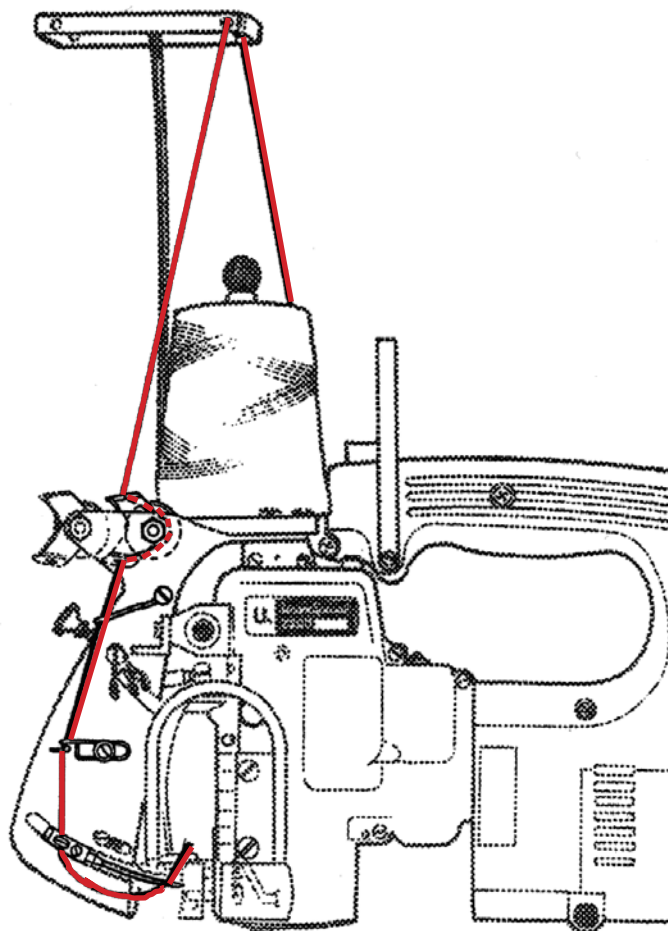

Fig. 4
Prüfen Sie die Einfädelung der Maschine. Beachten Sie die Einfädelungsanleitung Fig. 4, Seite 18, und den Abschnitt „EINFÄDELN“.
Thread the machine as shown in Fig. 4.
To thread the looper (double locked stitch machines only) open the hinged cover (A, Fig. 4) and turn the motor handwheel in operating direction until the needle is in its lowest dead center below the throatplate. Reclose hinged cover (A) after threading.
The tension (L, Figs. 4 and 13) controls the looper thread and the tension (N) controls the needle thread. Only a slight tension should be applied on the looper thread. The tension applied on the needle thread depends on the size of the thread and the thickness of the fabric to be sewn and has to be regulated till the machine sews and chains off perfectly.
The presser foot pressure is regulated by the knurled regulating screw (B, Fig. 4).
Fädeln Sie die Maschine wie in Fig. 4 gezeigt ein.
Zum Einfädeln des Greifers (nur bei Doppelkettenstichmaschinen) öffnen Sie die Verschlussklappe (A, Fig. 4) und drehen am Motor-Handrad in Drehrichtung bis die Nadel ihren unteren Totpunkt unter der Stichplatte erreicht hat.
Die Spannung (L, Fig. 4 und 13) reguliert den Greiferfaden und die Spannung (N) den Nadelfaden. Der Greiferfaden soll nur leicht gespannt sein. Die Nadelfadenspannung wird je nach Stärke des Fadens und der Dicke des Nähguts eingestellt, damit die Maschine einwandfrei näht und kettelt.
Der Drückfußdruck wird mit der gerändelten Stellschraube (B, Fig. 4) reguliert.
Loosen screw (D, Fig. 4) of the needle head and draw out the needle. Insert the shank of the new needle as far as it will go into the needle seat and with the flat of the shank facing to the front.
Lösen Sie die Schraube (D, Fig. 4) im Nadelkopf und ziehen Sie die Nadel heraus. Stecken Sie den Kolben der neuen Nadel bis zum Anschlag in den Nadelsitz und mit der Fläche am Kolben nach vorne.